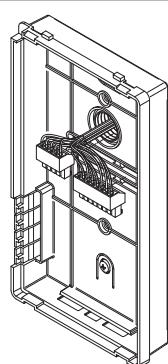
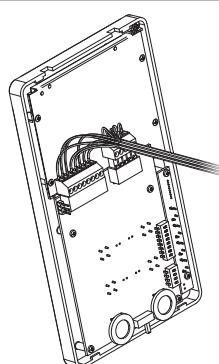

Fig. 7
Fig. 8
- Comme illustré sur la **Fig. 7**, effectuer le raccordement des conducteurs aux borniers mobiles selon le schéma fourni. Connecter les borniers à l'électronique ancrée au couvercle de l'interphone vidéo comme illustré sur la **Fig. 8** et procéder au test de l'installation avant de fermer l'interphone vidéo : les trimmers de réglage du contraste et de saturation de l'image sont accessibles uniquement avec l'interphone vidéo ouvert. Pour activer l'écran et voir les changements, utiliser la fonction « Allumage automatique » en appuyant sur le bouton **3**).